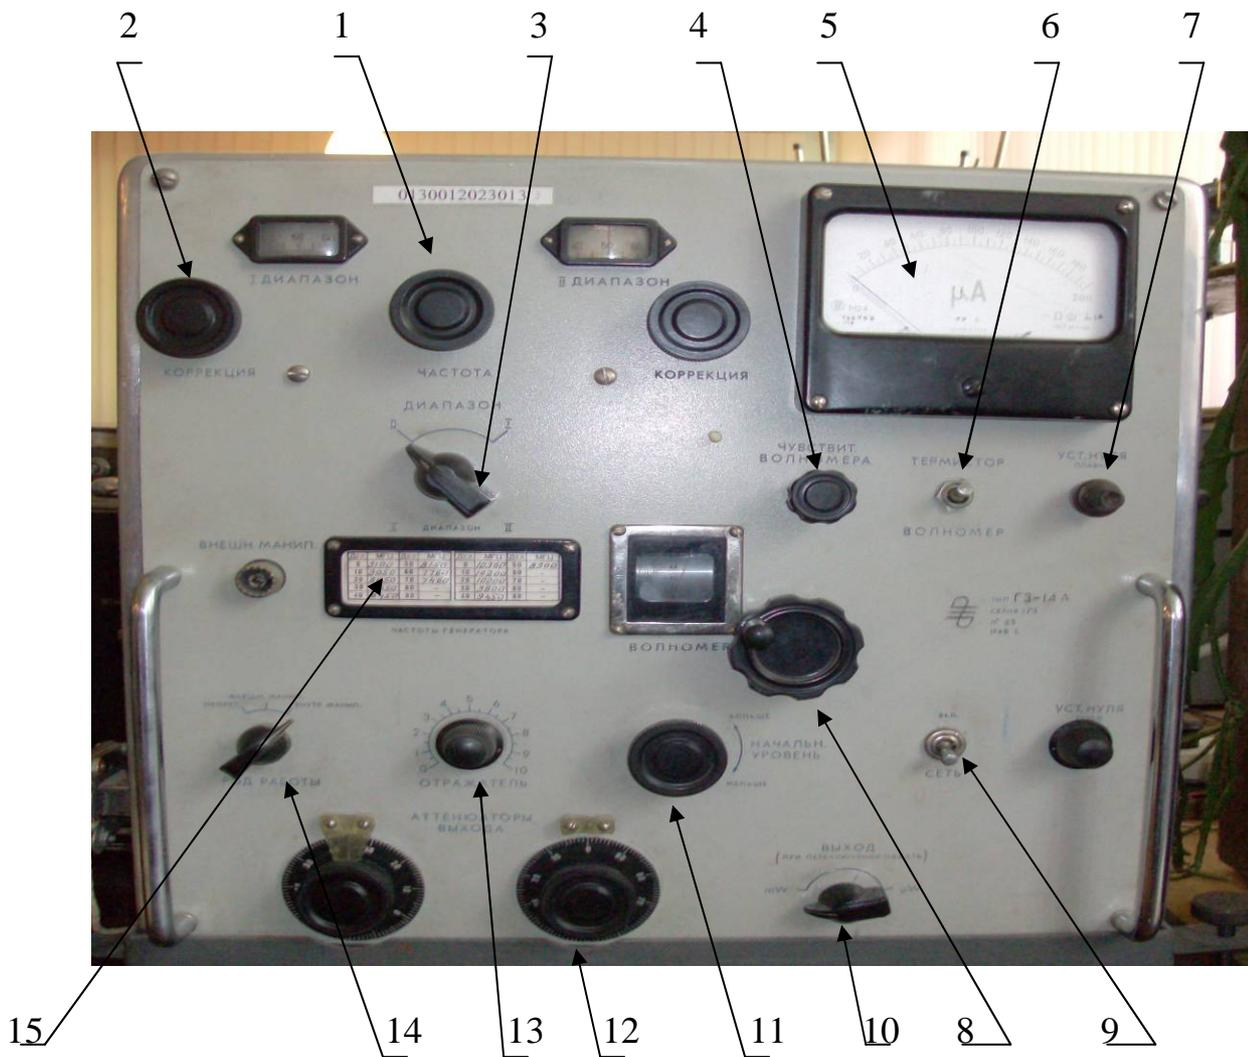

Рис.9. Передняя панель генератора типа ГЗ-14А
На рис.9 представлена передняя панель генератора типа ГЗ-14А.
Подстройка напряжения на отражателе для достижения уровня максимальной мощности в зоне генерации производится ручкой на передней панели с надписью «отражатель» (13). (рис.9)